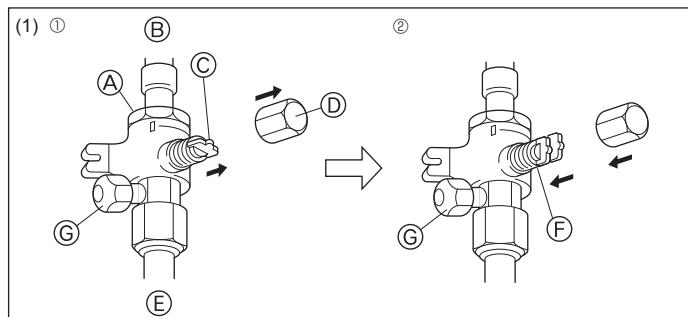
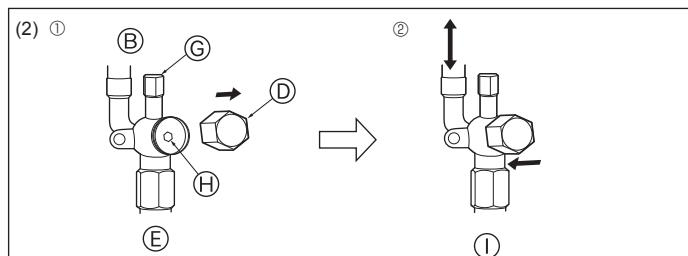

Fig. 4-12
Fig. 4-13
(1) Lado del gas (Fig. 4-12)
- ① Quite la tapa, tire de la manivela hacia usted y gire 1/4 de vuelta hacia la izquierda para abrir.
② Cerciórese de que la válvula de parada esté completamente abierta, empuje la manivela y enrosque la tapa en su posición original.
(2) Lado del líquido (Fig. 4-13)
- ① Abra la tapa y gire la varilla de válvula hacia la izquierda hasta su tope, utilizando una llave hexagonal de 4 mm. Deje de girar cuando llega al tope.